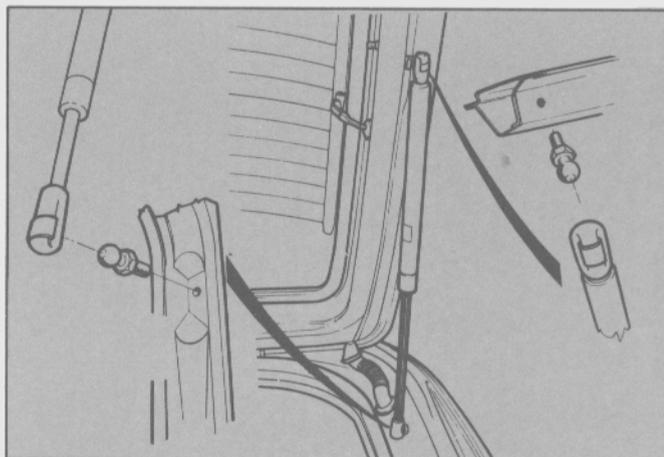

Fig. 351 - Fijación inferior y superior del amortiguador.
- Colocar un destornillador pequeño debajo de la grampa de bloqueo y mover el destornillador hacia el centro de la grampa para abrirla y soltarla (Fig. 351).